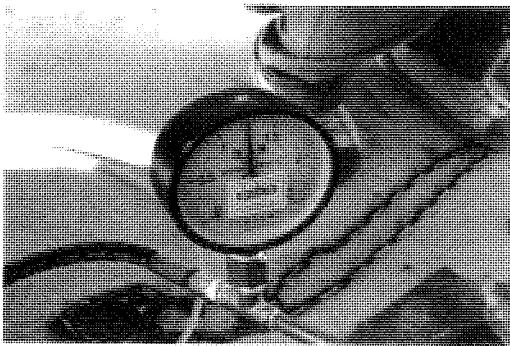

图6 恒压压力为1.2 MPa
③2 mm大间隙管子的对接过程耗时约40 min,0.4 mm小间隙管子的对接过程耗时约80 min。接头对接安装顺利且均通过1.2 MPa试验压力,恒压5 min,无任何渗漏现象(图6)。试验结束后拆除对接管,并对橡胶密封胶圈进行了检验,大间隙的胶圈完好无变形(图7),小间隙的胶